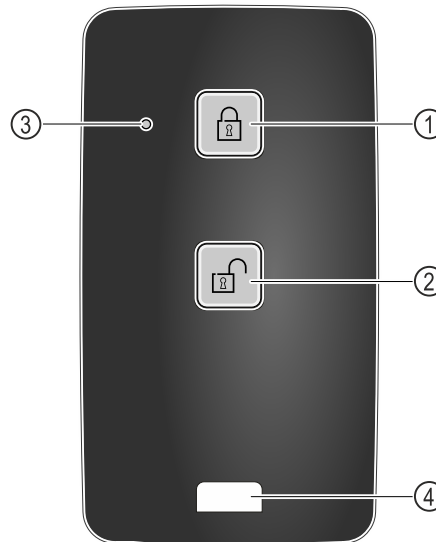

Fig. 219
- (1) Замок заблокувати
- (2) Замок розблокувати
- (3) Статус світлодіод
- (4) Кріпильна петля
- ▶ Натисніть кнопку Fig. 219 (1) на дистанційному керуванні.
- ▶ Натисніть кнопку Fig. 219 (2) на дистанційному керуванні.
- ▶ Статусний світлодіод Fig. 219 (3) при натисненні клавші дає оптичне зворотне повідомлення.
- ▶ Петля Fig. 219 (4) для кріплення дистанційного керування наприклад на в'язці ключів.